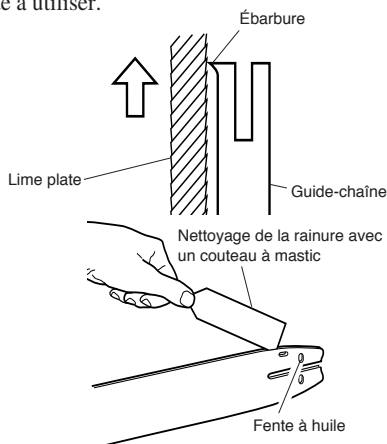

Figure 17 - Entretien de la guide-chaîne
2. Retirer périodiquement la sciure se trouvant dans la rainure de la guide-chaîne. Utiliser un couteau à mastic ou un morceau de fil de fer (voir la Figure 17).